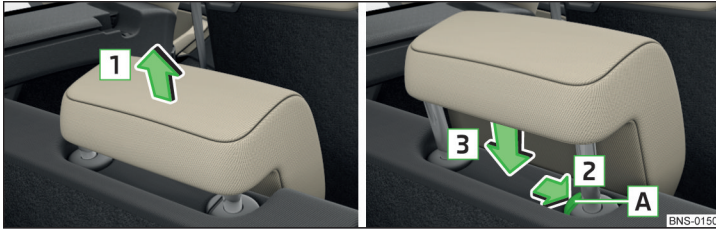

Abb. 86 Höhe der Kopfstütze der dritten Sitzreihe einstellen
- ▶ Die Stütze fassen und **nach oben** in Pfeilrichtung **1** verschieben » Abb. 86.